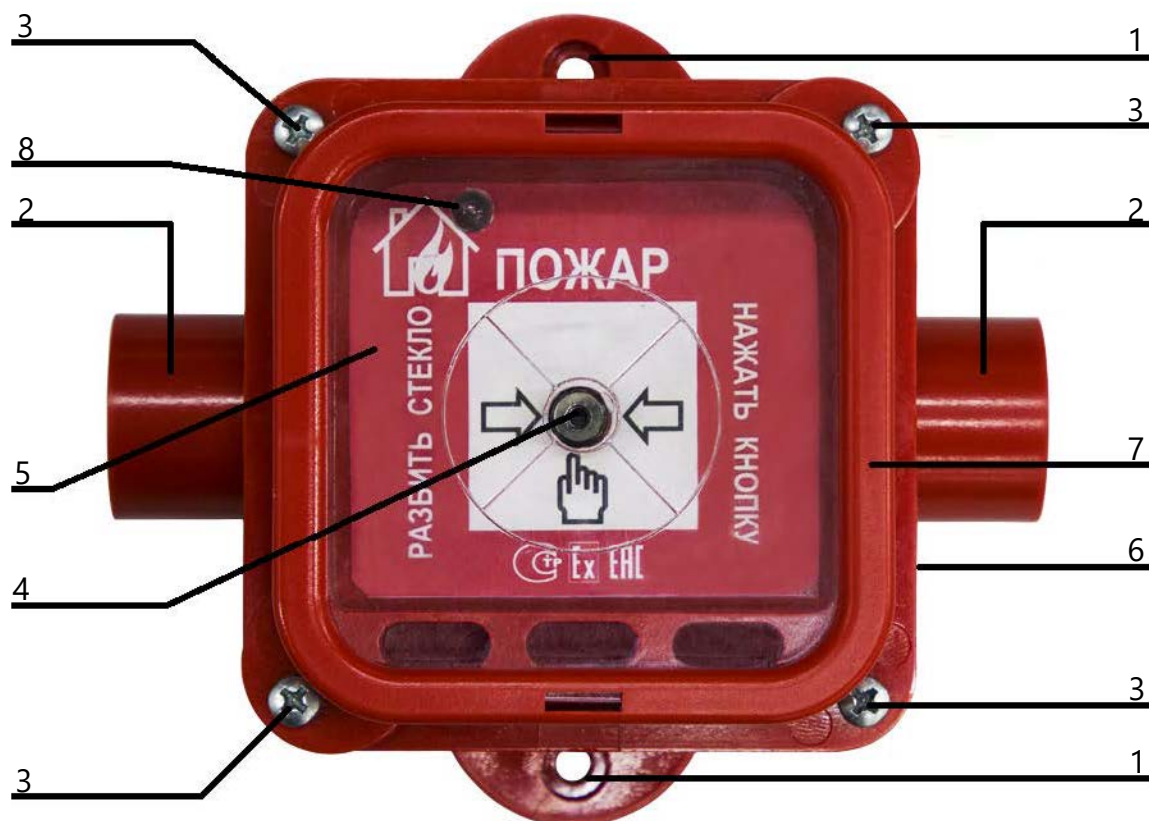

Рисунок 1. Внешний вид извещателя.
9.6.6. Закрепить извещатель по месту, используя крепежные отверстия (см. Рисунок 1, стр. 8)